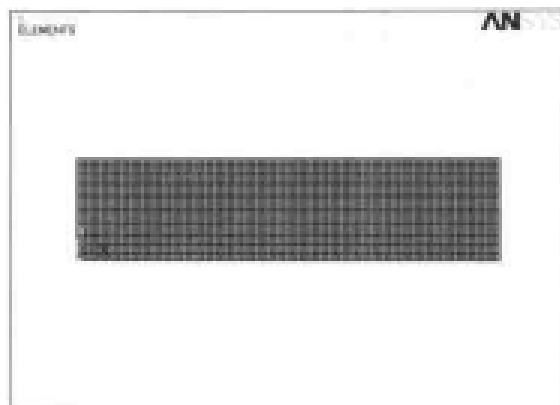

图 14-10 网格划分结果显示
(10) 选择 Main Menu | Preprocessor | Meshing | Size cntrls | ManualSize | Lines | Picked lines 命令, 出现 Element Size On Picked Lines 菜单, 在文本框中输入 1, 3, 单击 OK 按钮, 出现 Element Size On Picked Lines 对话框, 在 NDIV No. of element divisions 文本框中输入 100, 单击 OK 按钮关闭该对话框。
(11) 选择 Main Menu | Preprocessor | Meshing | Mesh | Area | free 命令, 出现 Mesh Areas 菜单, 单击 Pick All 按钮, 网格划分后的结果如图 14-10 所示。